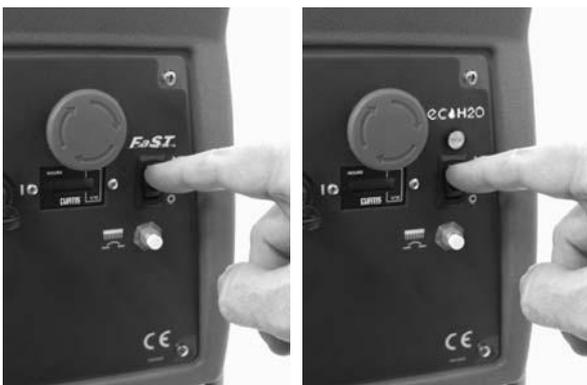

FIG. 14
3. **FaST-Modell:** Schalten Sie zum Schaumscrubben den FaST-Systemschalter in die An-Stellung (I) (Abbildung 14).
ec-H2O-Modell: Drehen Sie den ec-H2O Zündschlüssel in die (I) -Stellung. (Abbildung 14).